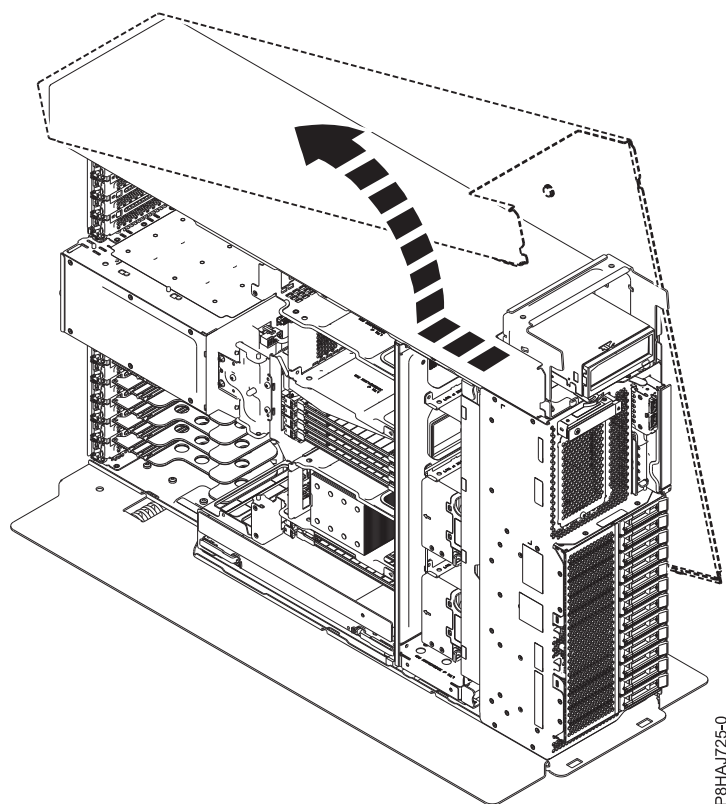

Figura 11. Extracció de la coberta lateral model 8286-41A
5. Feu lliscar la coberta lateral fins que surti del sistema en la direcció que es mostra a la Figura 11.